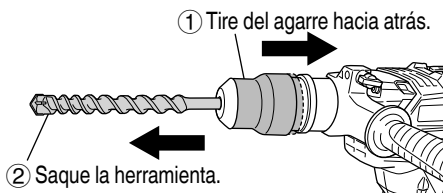

Fig. 11
- Para extraer la herramienta, tire completamente de la empuñadura en el sentido de la flecha y tire hacia afuera de la herramienta. (Fig. 11).